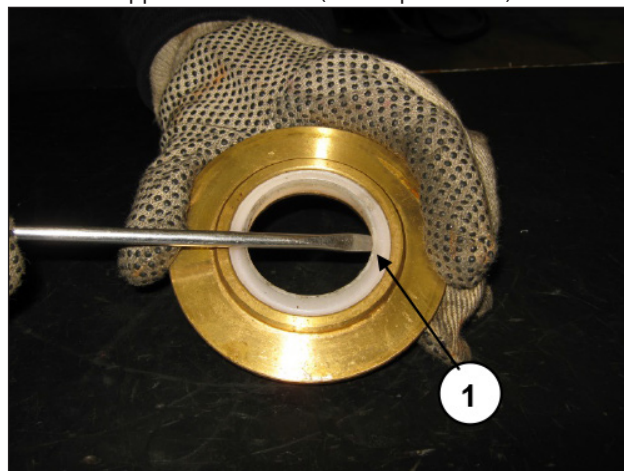

Fig. 112
È ora possibile rimuovere il raschiatore utilizzando semplici attrezzi come indicato in pos. ①, Fig. 112, facendo attenzione a non danneggiare la sede.